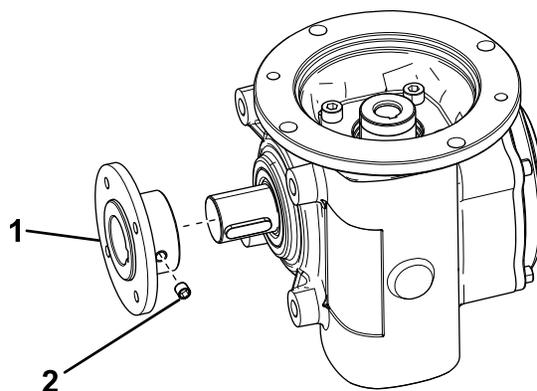

Bild 19
1. Schieben Sie die Kupplung auf die Getriebewelle (30 mm) und sichern Sie diese mit einer Stellschraube (Bild 19).